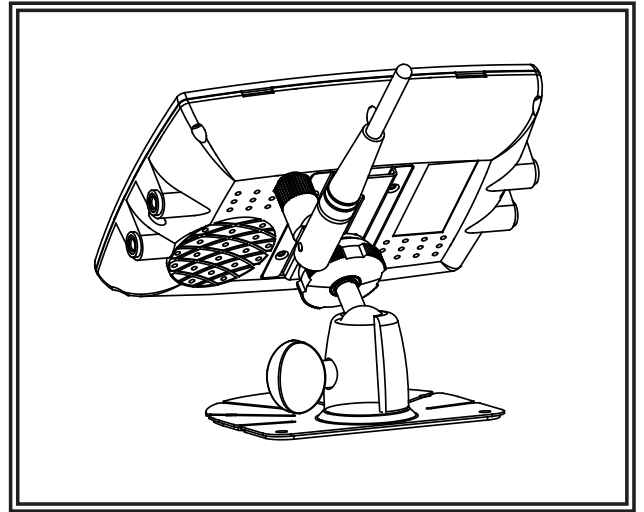

Figure 7
2. Fixez le moniteur sur le socle et ajustez l'angle de vue. (Figure 7)